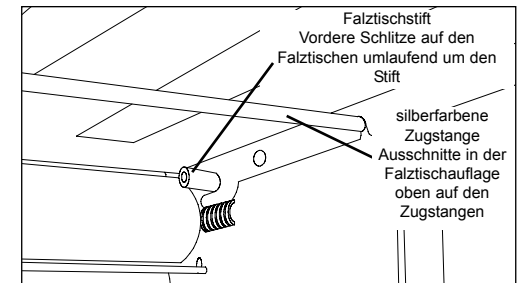

Abb. 8
- Die Schlitzte am Ende beider Falztische passen auf die 2 silberfarbenen Stifte (2) im Inneren des Geräts (Abb. 8).
- Die Falztische müssen auf der Oberseite der silberfarbenen Zugstangen aufliegen (s. Abb. 8).
Typ: Viele Anwender finden es leichter, die Falztische von unten her zu installieren (Abb. 8).